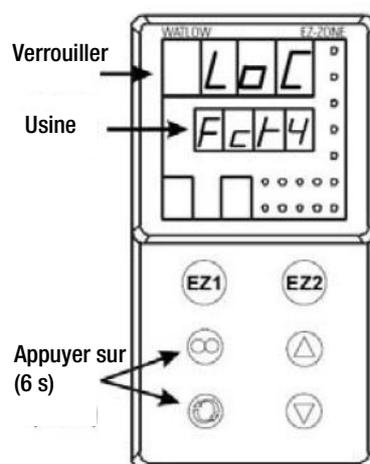

Figure 13-1 Écrans
2. Appuyer sur la flèche Haut jusqu'à ce que le message « LoC » (verrouiller) apparaisse à l'écran supérieur. Le mot « Fcty » sera toujours affiché à l'écran inférieur (Figure 13-1).